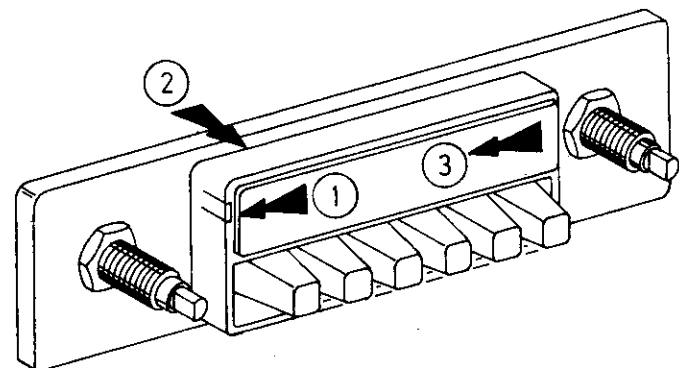

Fig. 1
- 2.3 Presser les cames de l'échelle graduée vers le côté extérieur ① et dégager l'échelle graduée ②. Tirer l'échelle graduée vers la gauche de la rainure du réflecteur ③, fig. 1.
- 2.3 Presionar las levas del dial hacia el lado exterior ① y desenganchar el dial ②. Tirar el dial hacia la izquierda de la ranura del reflector ③, fig. 1.